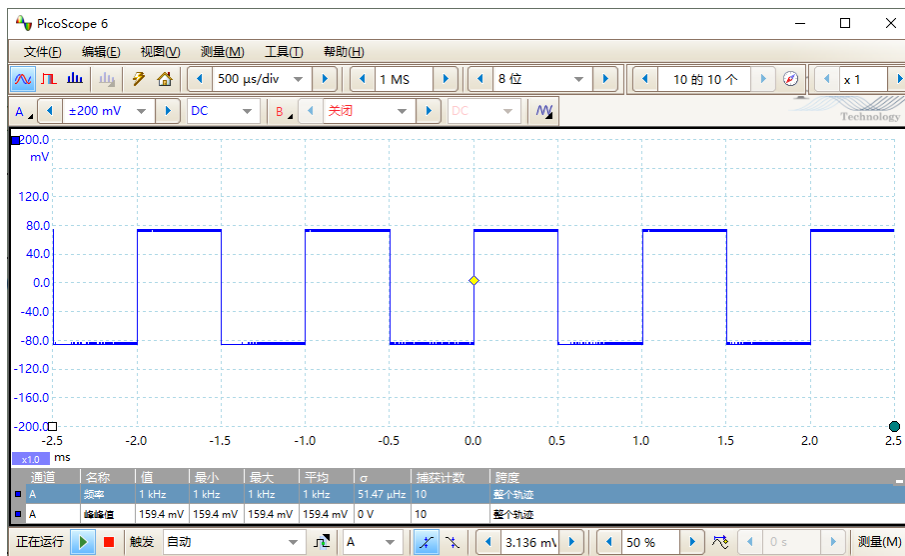

图 101. 待测信号参数图
3. 打开函数信号发生器电源，将参数设置为“波形：方波”、“幅值： $160\text{ mV}_{\text{pp}}$ ”、“频率： 1 kHz ”，待测信号的波形图如图101所示：